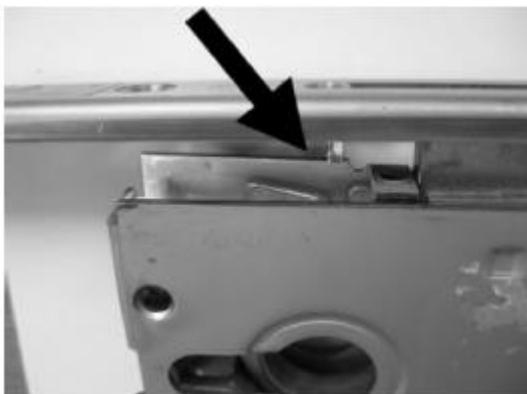

Abb. 1
9. Poser la barre d'actionnement dans le coulisseau du nouveau coffre HSK (voir Abb. 1 et 2) et abaisser le battement sur le coffre HSK.